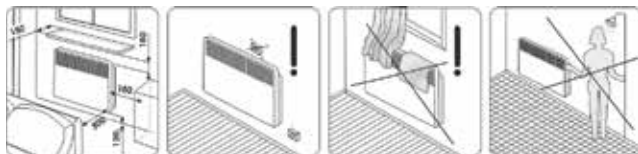

Рис. 2
Установка конвектора на стену (рис. 2, 3) - размеры указаны в миллиметрах.
3. В соответствии с рис. 2 определите место установки конвектора с соблюдением минимальных расстояний от предметов и минимального расстояния от пола.